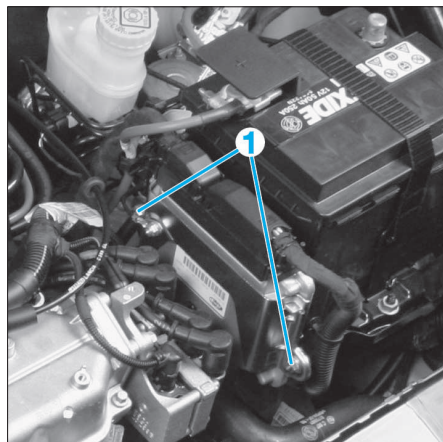

FIG. 13
- Déposer les 2 vis de fixation (1) (Fig.13), puis extraire le calculateur.